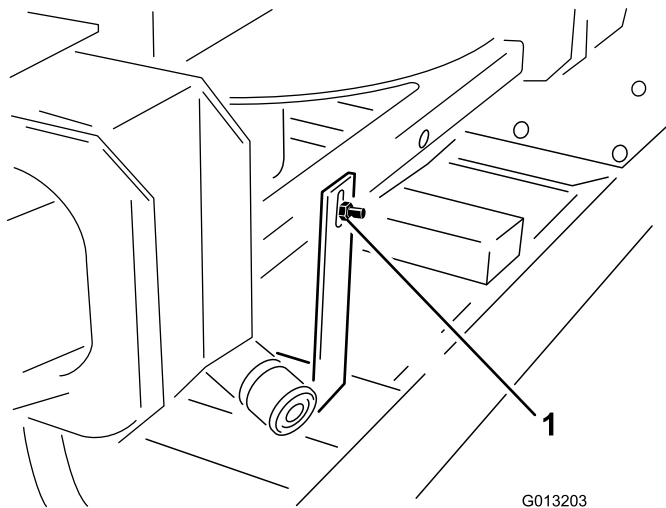

Bild 3
2. Entfernen Sie am Heck des Doppel-Tellerstreuers die Schraube (1/4 x 3/4 Zoll) und die Mutter, mit denen die Versandhalterung des ProPass-Hubgeräts am Doppel-Tellerstreuer befestigt ist (Bild 3).